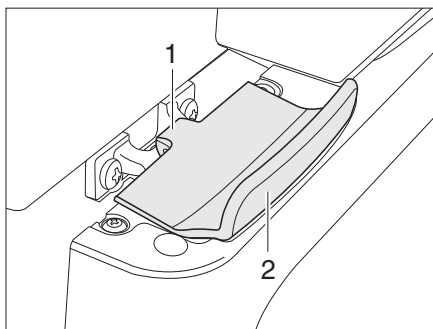

Fig. 222 Bloqueo de la puerta del frigorífico, cerrado (Thetford)
- Abrir la puerta del frigorífico con el tirador (Fig. 222,2). El bloqueo (Fig. 222,1) se abre automáticamente.